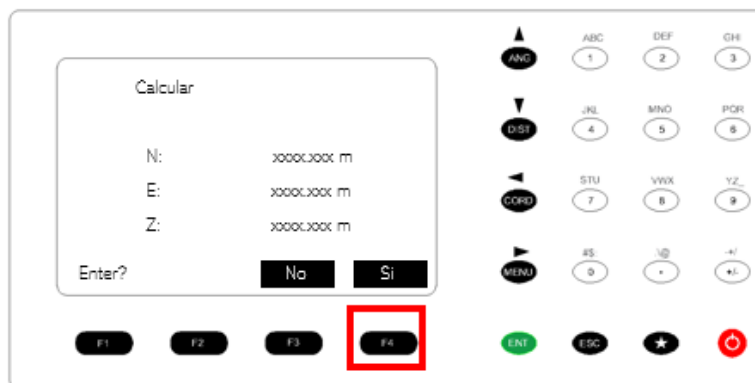

Figura 133. Verificación de las coordenadas.
37. Verificar las coordenadas introducidas y presionar F4 Si. Figura 133.